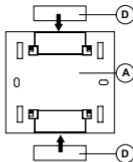

Fig 4.
- c. une surface lisse (non métallique !) avec la bande adhésive livrée (fig. 4).